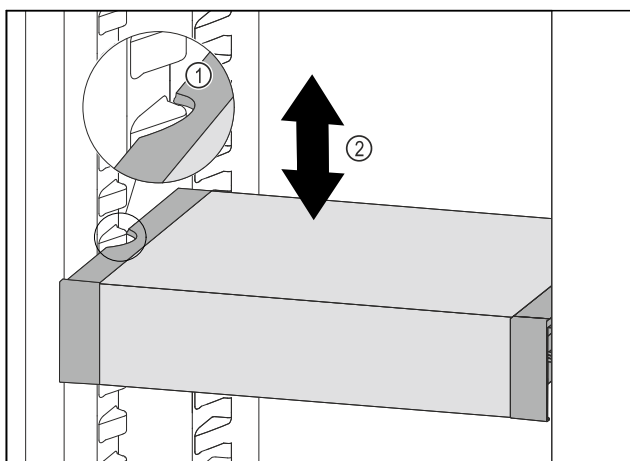

Fig. 99
- VarioSafe w chłodziarce przesunąć w górę lub w dół, aż zostanie osiągnięta żądana wysokość. Fig. 99 (2)